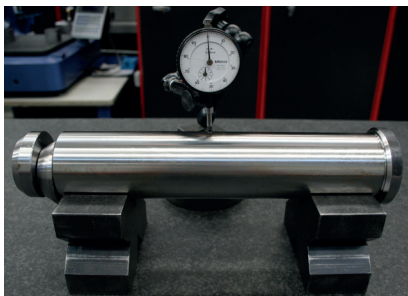

Fig.6
- 5.2** Mindestens alle 12 Monate eine Prüfung der Zylindrizität durchführen, um eventuelle permanente Deformationen (siehe **Fig.6**) auszuschließen: Bei Abweichungen, die größer als 0,25 mm sind, die jeweiligen Tragbolzen austauschen.
- 5.3** Sollten die tragenden Seile / Ketten plötzlich reißen, mit daraus folgender Überbelastung der Tragbolzen, müssen diese auf Ihre Zylindrizität (siehe **Fig.6**) geprüft werden, um evtl. Deformationen auszuschließen. Bei Abweichungen, die größer als 0,25 mm sind, die jeweiligen Tragbolzen austauschen, die Befestigungsschrauben austauschen und prüfen, ob sie korrekt gemäß der Tabelle in dieser Betriebs- und Instandhaltungsanleitung angezogen sind.
- 5.4** Nach unvorhergesehenen Stößen in den Anschlagbereichen während des Hebens/Bewegens/Wendens müssen die Tragbolzen auf Ihre Zylindrizität geprüft werden, um evtl. Deformationen auszuschließen. Bei Abweichungen, die größer als 0,25 mm (siehe **Fig.6**) sind, die jeweiligen Tragbolzen austauschen.